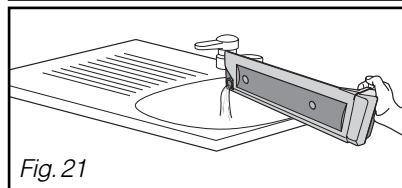

Fig. 21
- Videz le bac ou récupérez l'eau pour le réservoir vapeur. (Fig. 21).